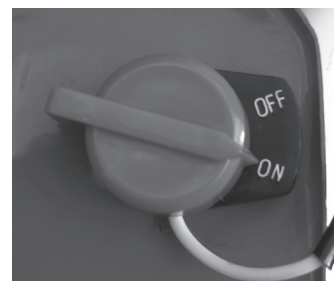

Abb. 7
2. Stellen Sie den Motorschalter in die Position EIN (ON, 1) (Abb. 7).